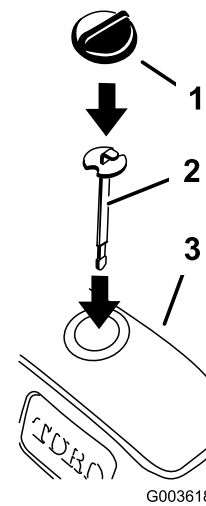

Bild 37
3. Setzen Sie den neuen Peilstab ein und prüfen Sie den Hydraulikölstand (Bild 37).